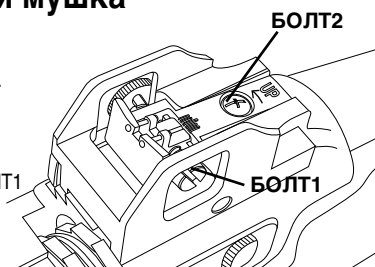

Рис. 4
- если точка попадания смещена в лево от мишени, поверните БОЛТ1 по часовой стрелке. (рис.4)
- если точка попадания смещена в право от мишени, поверните БОЛТ1 против часовой стрелки. (рис.4)
- если точка попадания выше мишени, поверните БОЛТ 2 по часовой стрелке. (рис.4)
- если точка попадания ниже мишени, поверните БОЛТ 2 против часовой стрелки. (рис.4)